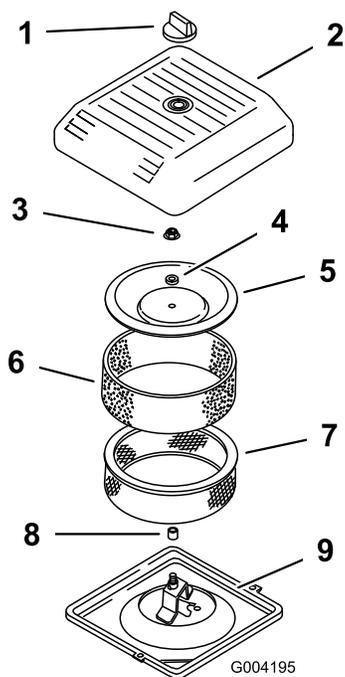

Figura 41
3. Svitare la manopola e rimuovete il coperchio del corpo del filtro (Figura 41).
- Fate scorrere attentamente il prefiltro in schiuma sintetica fuori dall'elemento di carta (Figura 41).
- Svitare il dado del coperchio e rimuovete il coperchio, il distanziale e il filtro di carta (Figura 41).
2. Montate il gruppo filtro dell'aria sulla relativa base (Figura 41).
3. Montate il coperchio, il distanziale e fissatelo con il dado del coperchio (Figura 41). Serrate il dado a 11 N·m.
4. Montate il coperchio del filtro dell'aria e fissatelo con la manopola (Figura 41).